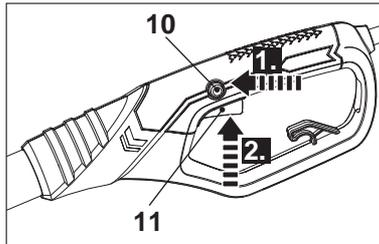

Fig. 10
2. Appuyez sur le bouton de déverrouillage [10] et maintenez-le en position (Fig. 10, étape 1).
3. Pressez l'interrupteur marche/arrêt [11] pour mettre en route l'appareil (Fig. 10, étape 2), relâchez le bouton de déverrouillage [10] par la suite.